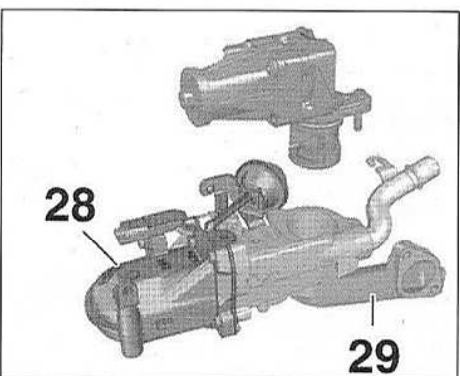

FIG.123
*Ne pas séparer l'échangeur eau/gaz d'échappement recyclés (28) du support (29) (Fig.123). Le module de recyclage des gaz d'échappement (22) est assemblé en usine à l'aide d'un gabarit de montage. Un assemblage sans gabarit entraînerait des contraintes de positionnement sur la culasse dégradant l'étanchéité et les fixations du module.*